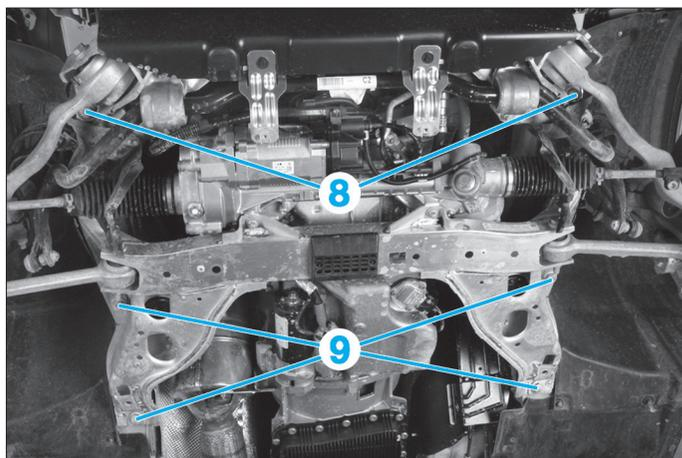

Fig. 24
- Déposer les vis (8) et (9) (Fig.24).
- Serrer les vis (8) puis les vis (9) (Fig.24).